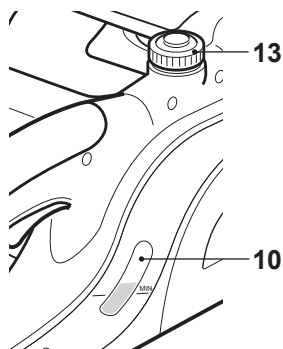

Fig. 13
- > Vérifiez le niveau d'huile [10] avant de démarrer la machine, puis régulièrement au cours du travail. Remplissez le réservoir chaque fois que la jauge passe en dessous du seuil «MIN» (Fig. 13).